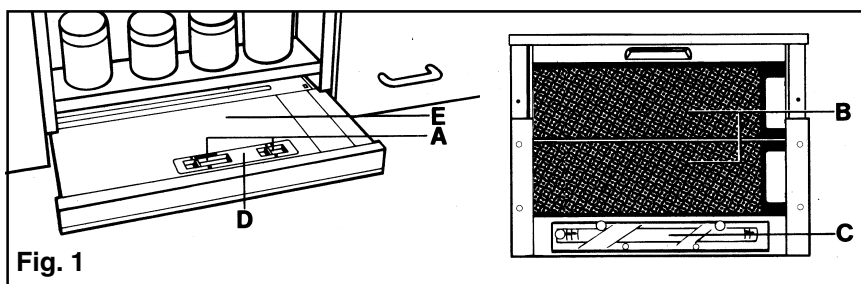

Fig. 1
Verstellen des Wrasenschirms (E - Bild 1) - Bild 15
- De schuifschakelaars zijn aan de rechter bovenkant van het damp scherm geplaatst (**afb. 1 - E**).